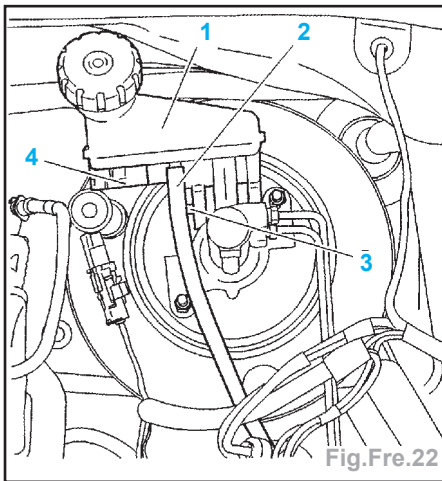

Fig.Fre.22
- Vidanger le réservoir de liquide de frein (1) au maximum (si nécessaire, utiliser une seringue propre) (Fig.Fre.22).